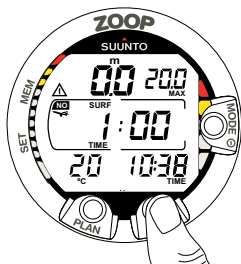

Abb. 3.27 Oberflächenintervall. Dauer der Oberflächenpause. Durch Drücken des TIME- Kontaktes wird die Dauer der Oberflächenpause dargestellt.
- die Oberflächenpause in Stunden und Minuten (getrennt durch einen Doppelpunkt) (Abb. 3.27)